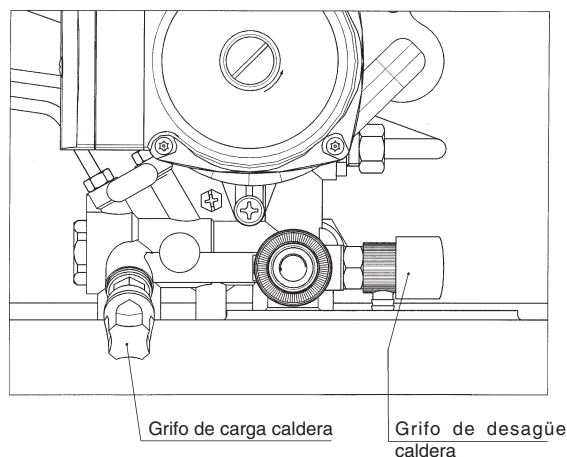

Figura 3a
Importante: Controlar periódicamente que la presión, leída en el manómetro (14), con instalación fría, sea 0,5 - 1 bar. En caso de sobrepresión obrar sobre el grifo de desagüe caldera. Si es inferior, obrar sobre el grifo de carga de la caldera (figura 3a o 3b).